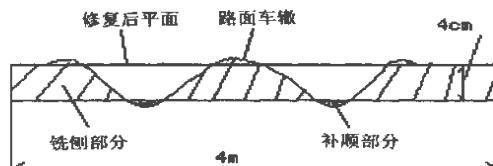

图 1 路面车辙及处理方法示意图
a. 行车道经过车轮重复载荷作用会因载荷逐渐超过路面各层强度,形成永久变形,外观上呈现两条明显的凹沟。(图 1)